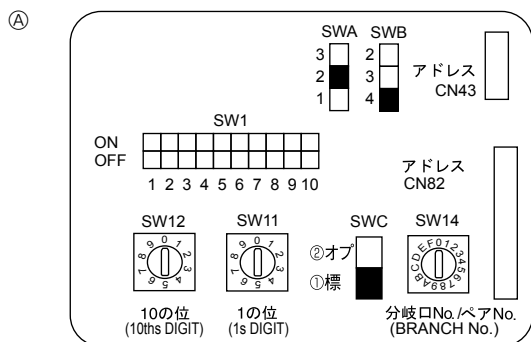

Fig. 4-4
4.5. Impostazione degli indirizzi (Fig. 4-4)
- ① Impostazione degli indirizzi
- ② Come impostare i numeri delle diramazioni SW14 (solo i modelli delle serie R2)